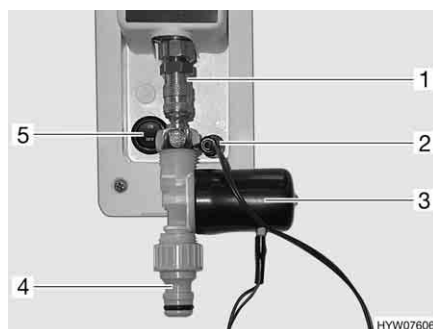

Fig. 153 Allacciamento acqua potabile COLORADO
Inserire l'unità valvola sul gancio della chiusura rapida (Fig. 153,1) sul veicolo.
- Inserire un tubo flessibile per l'acqua con il gancio, sul gancio della chiusura rapida (Fig. 153,4).
- Inserire la spina (Fig. 153,2) per l'alimentazione elettrica della valvola di non ritorno (Fig. 153,3).
- Portare l'interruttore a bilico (Fig. 153,5) in posizione "OFF". La pompa dell'acqua nel veicolo non è in funzione.
- Portare l'interruttore a bilico (Fig. 153,5) in posizione "ON". La pompa dell'acqua nel veicolo è di nuovo in funzione.
- Estrarre la spina (Fig. 153,2) per l'alimentazione elettrica della valvola di non ritorno.
- Spingere verso l'alto l'anello di fissaggio sul gancio della chiusura rapida (Fig. 153,1), rimuovere l'unità valvola e depositarla in un ambiente protetto dal gelo.